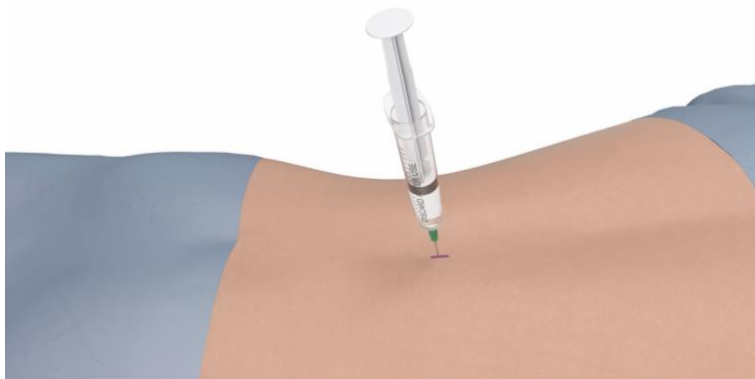

Abbildung 2
2. Bereiten Sie die Inzisions- und Kanülen-Eintrittsstellen vor, indem Sie ein Lokalanästhetikum injizieren. Betäuben Sie die Stelle während des Eingriffs wie erforderlich (siehe Abbildung 2).